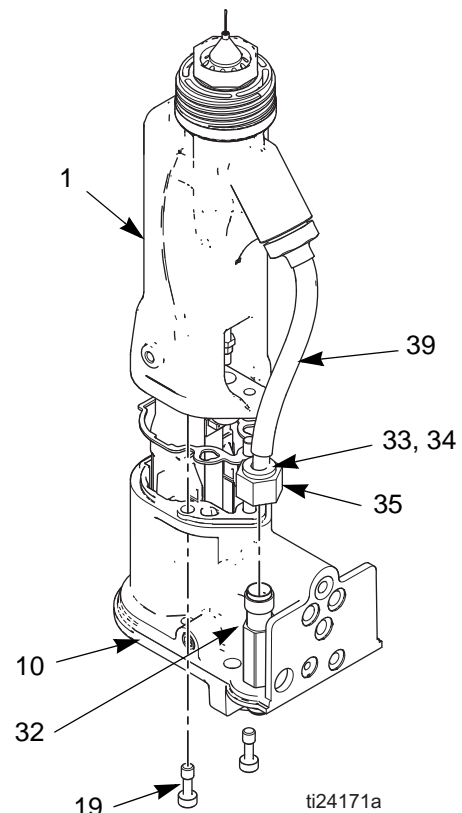

FIG. 24 . Dépose du canon
2. Retirez le capuchon d'air (1), page 28. Démontez le capotage (26).
3. Desserrez avec précaution l'écrou du raccord produit (35). Sortir le tube (39) du raccord (32). Assurez-vous que les deux viroles (33, 34) et l'écrou restent sur le tuyau. Consultez la FIGURE 24.
5. Desserrez les deux vis (19). Consultez la FIGURE 24.
6. Maintenez le corps du pistolet (10) d'une main et extrayez le canon (1) du corps en le tenant dans l'axe. Consultez la FIGURE 24.